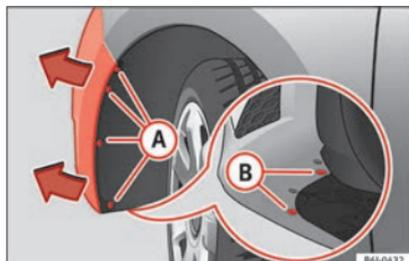

Fig. 191 Faro antiniebla: acceso al conector y al portalámparas.
- Retire los 4 tornillos A » fig. 191 del interior del pasarrueda y los 2 tornillos inferiores B » fig. 191 del parachoques utilizando un destornillador.